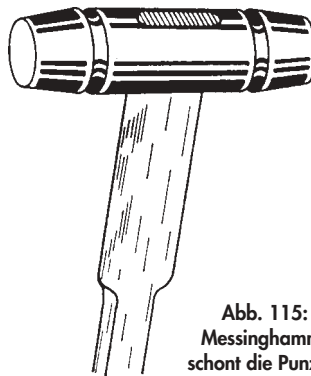

Abb. 115: Ein Messinghammer schont die Punzen
1. Messinghammer verwenden (Abb. 115)